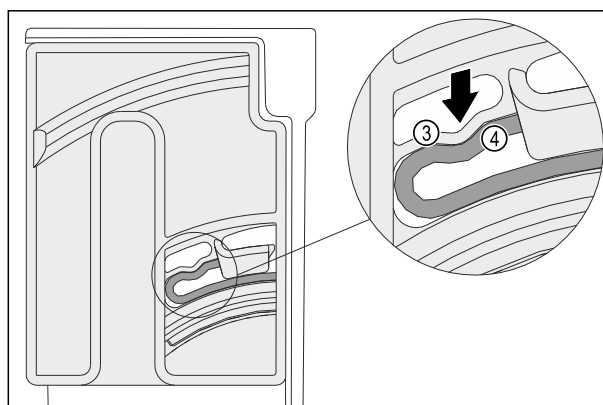

Fig. 129
- L'elemento elastico Fig. 129 (3) dell'unità di rotazione si innesta in modo udibile nel corpo circolare della nervatura Fig. 129 (4).